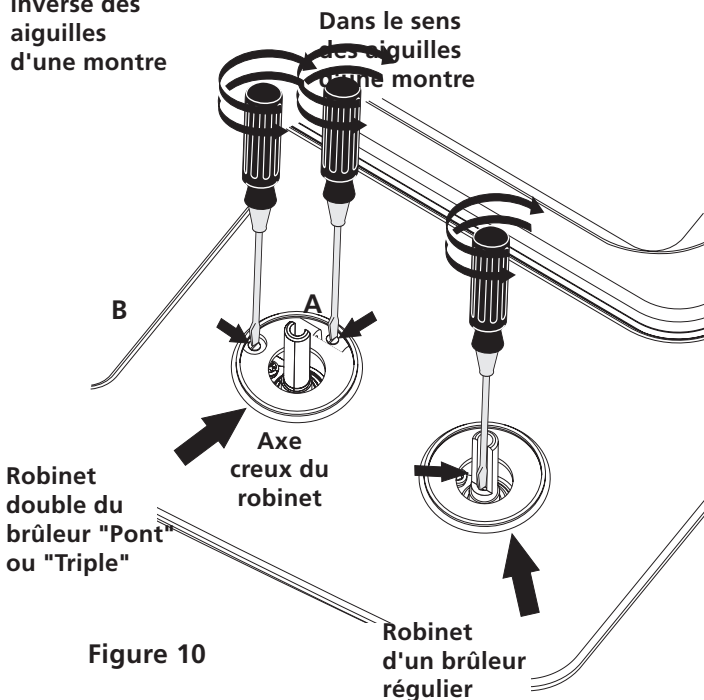

Figure 10
4. Réglage de la position "LOW" des robinets des brûleurs de surface réguliers (Figure 10)
5. Réglage de la position "LOW" du robinet double des brûleurs "Pont" ou "Triple" (certains modèles) (Figure 10).